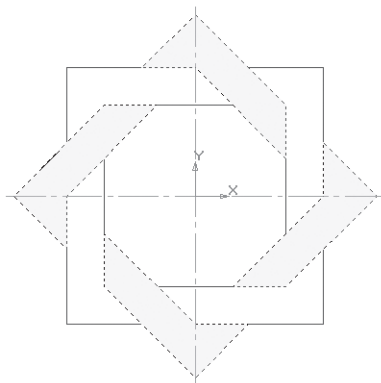

Рис. 87
- укажите точку внутри области, которую нужно заштриховать. Система автоматически определит ближайшие возможные границы, внутри которых указана точка, и построит фантомное изображение заливки (рис. 87);